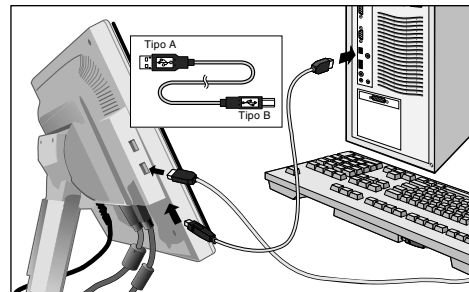
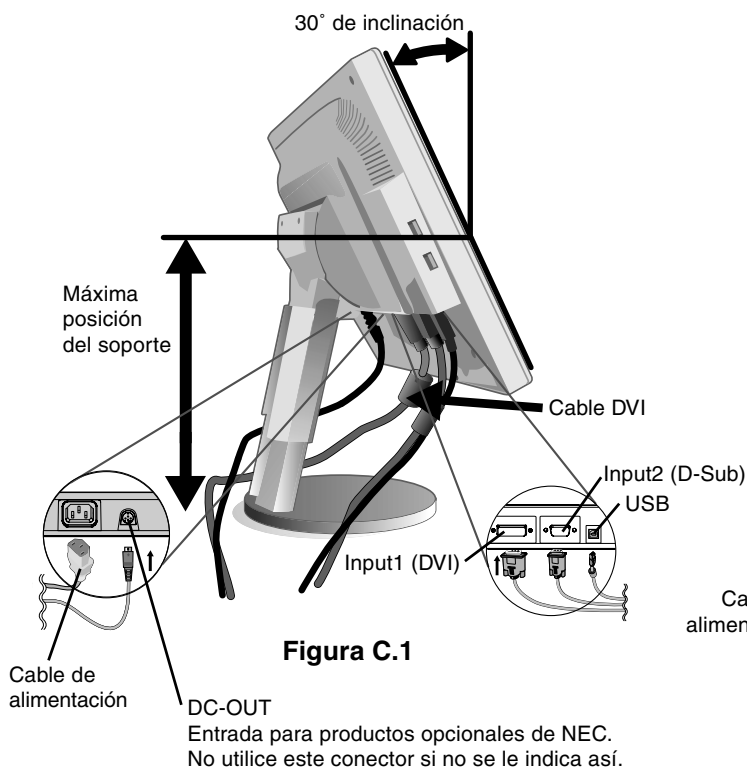

Figura B.2
Figura C.1
3. Coloque una mano a cada lado del monitor para inclinar el panel LCD 30 grados y levántelo hasta alcanzar la posición más alta (**figura C.1**).
4. Conecte todos los cables en sus correspondientes conectores (**figura C.1**). Utilizando el cable USB, conecte el conector del tipo B al puerto USB de upstream en la parte inferior del monitor y el conector del tipo A al puerto de downstream del ordenador (**figura B.2**). Si puede utilizar el cable del dispositivo USB, utilice uno de los puertos de downstream situados a un lado del monitor.